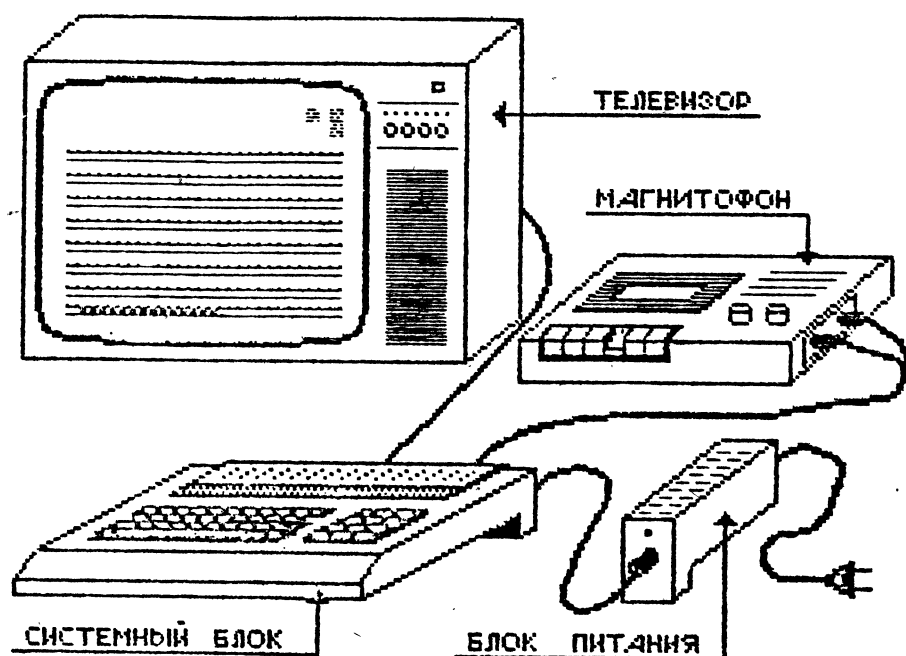

Рис. 1
Конструктивно БПЭВМ состоит из двух частей (см.рис.1) - блока системного и блока питания.
1) разместите составные части БПЭВМ на столе (рис.1);